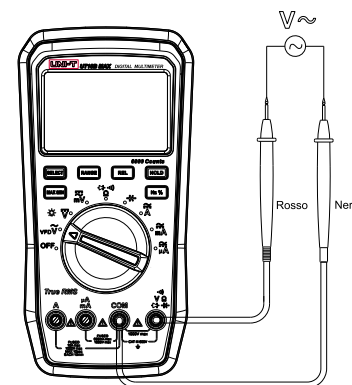

Figura 3
1. Misurazione della tensione CA (Figura 3)